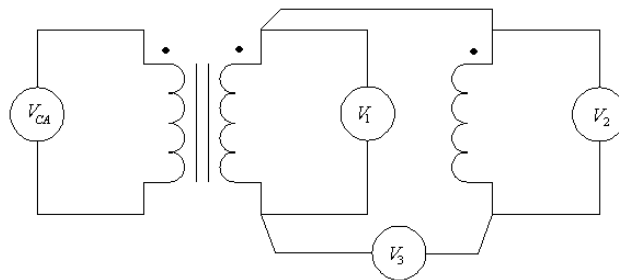

Figura 5: Circuito a conectar en el paso 4
4. El paso anterior se va a realizar para todos los devanados del transformador. Una vez localizadas todas las marcas de polaridad, Procedemos armar el circuito de la figura 5, donde el devanado primario es de 120V y los dos devanados secundarios son de 60V. Mida los voltajes V_1 , V_2 y V_3 .